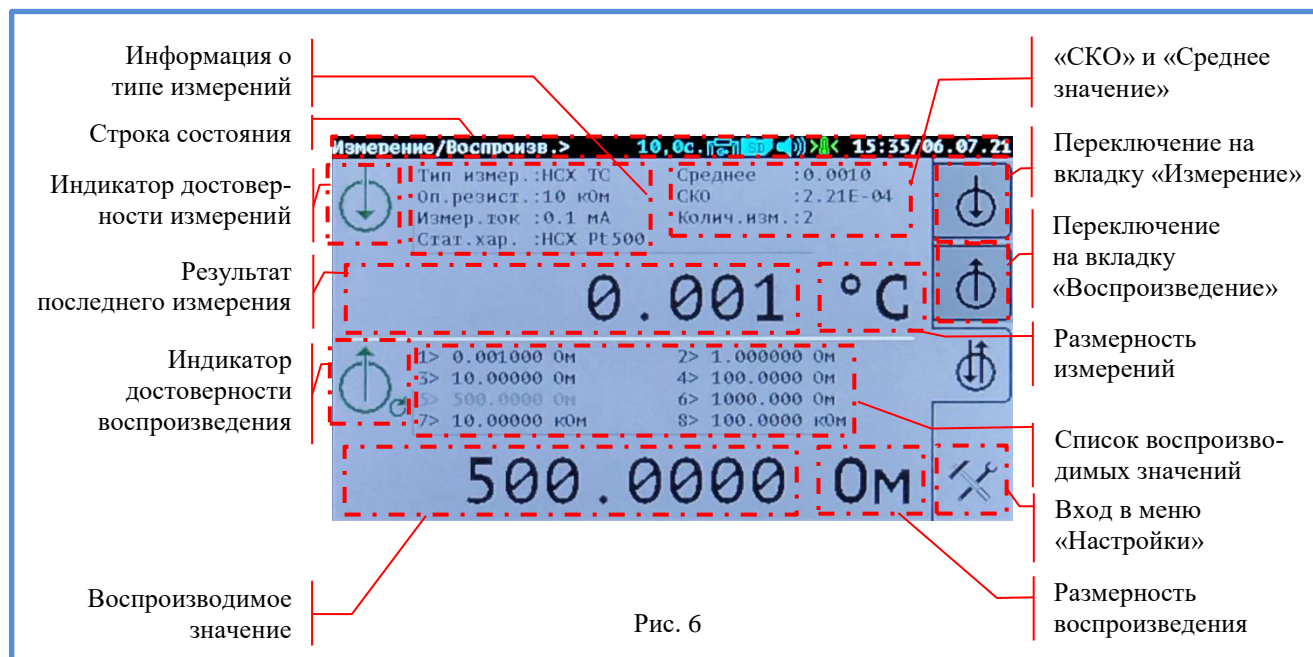

Рис. 6
4.1.3 Вкладка «Измерение / Воспроизведение», рис. 6